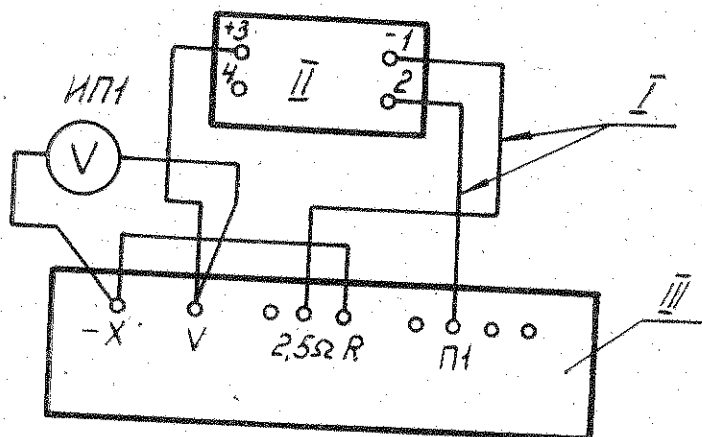

Рис. 6.
7. 3. 1. Соберите схему, приведенную на рис. 6.